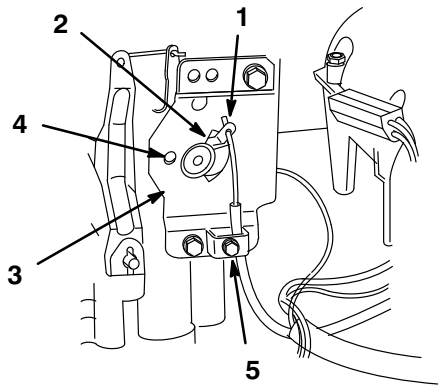

**Abbildung 4**
2. Jede Seite mit (2) 26 mm (3/8 -16 x 1") Flanschschrauben und Bundmuttern befestigen (Abb. 4). Schrauben mit einem Anzugsmoment von 34 N.m (25 ft-lb) festziehen.
3. Kabel und Kabelbaum innen durch den Rahmen führen (Abb. 4)